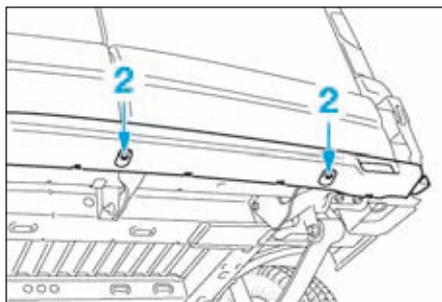

FIG.161
- Déposer les trois vis inférieure (2) (Fig.161) de la partie centrale.